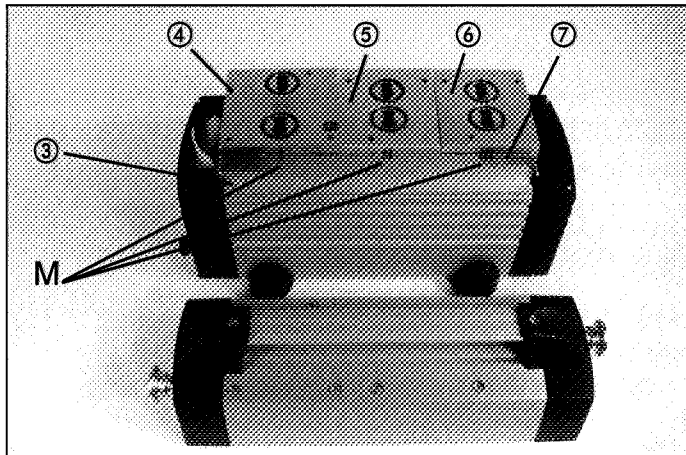

Abb. 7: Service-Stufe 2
- ② Zwischenplatte ④ und Membranaufnahme ⑦ durch einen durchgehenden Filzstrich (M) markieren (Abb. 7). Damit lässt sich ausschließen, dass die Teile beim Zusammenbau falsch montiert werden.
- ③ Zwischenplatte ⑤ und Membranaufnahme ⑦ durch zwei durchgehende Filzstiftstriche (M) markieren (Abb. 7).
- ④ Zwischenplatte ⑥ und Membranaufnahme ⑦ durch drei durchgehende Filzstiftstriche (M) markieren (Abb. 7).
- ⑤ Zwischenplatten ④, ⑤ und ⑥ von Membranaufnahme ⑦ abnehmen (Abb. 7).